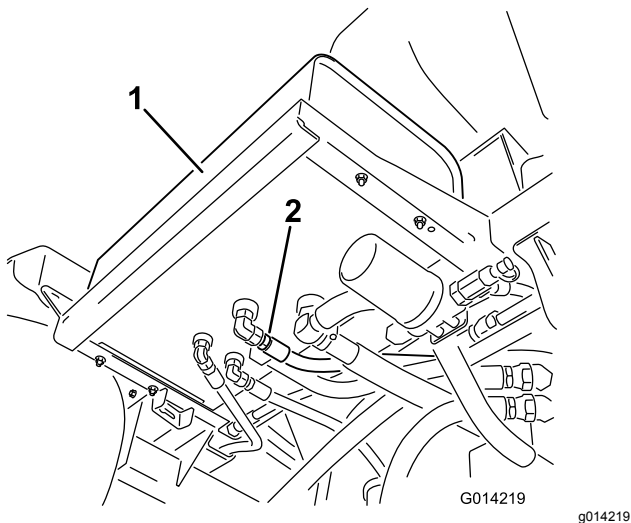

Bild 93
2. Reinigen Sie den Bereich um ein Hydraulikschlauch-Anschlussstück unten am Hydraulikölbehälter (Bild 93).
4. Nehmen Sie das Schlauch-Anschlussstück vom Behälter ab und lassen Sie das Öl in die Wanne laufen (Bild 93).